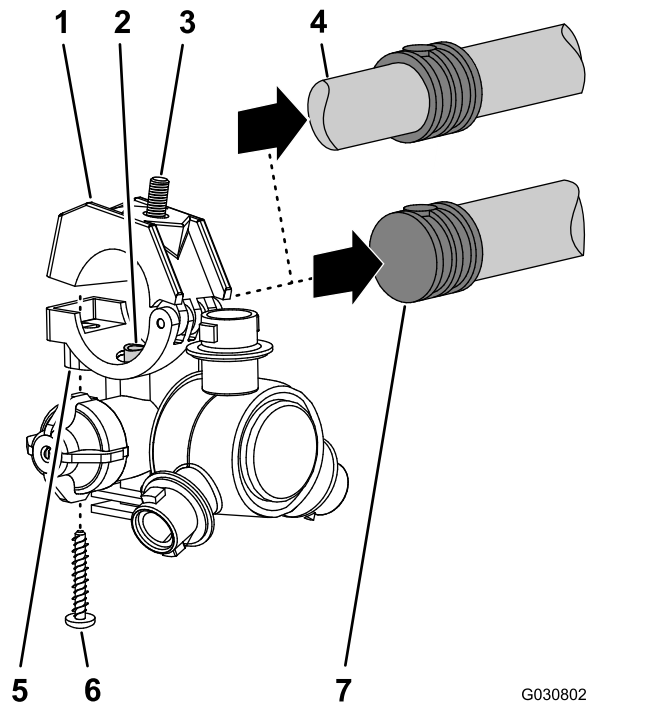

図 133
5. ステップ1で取り外した8個のノズル全部について片側または両側バーブ付きホースシャंक 3/4"とそのクランプの上半分とを各ノズルのボディに固定しているステンレスねじ#12 x 1-1/4"を外してバーブ付きホースシャंकをから外す 図 133。